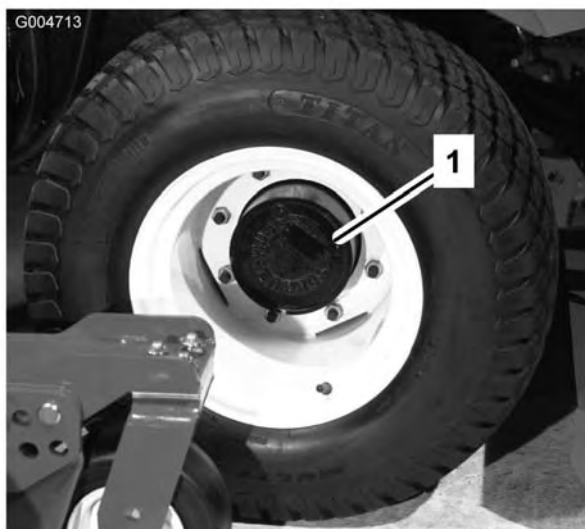

Figura 58
1. Con la macchina parcheggiata su una superficie piana, posizionate la ruota in modo che il tappo di controllo/riempimento (Figura 58) si trovi nella posizione inferiore.